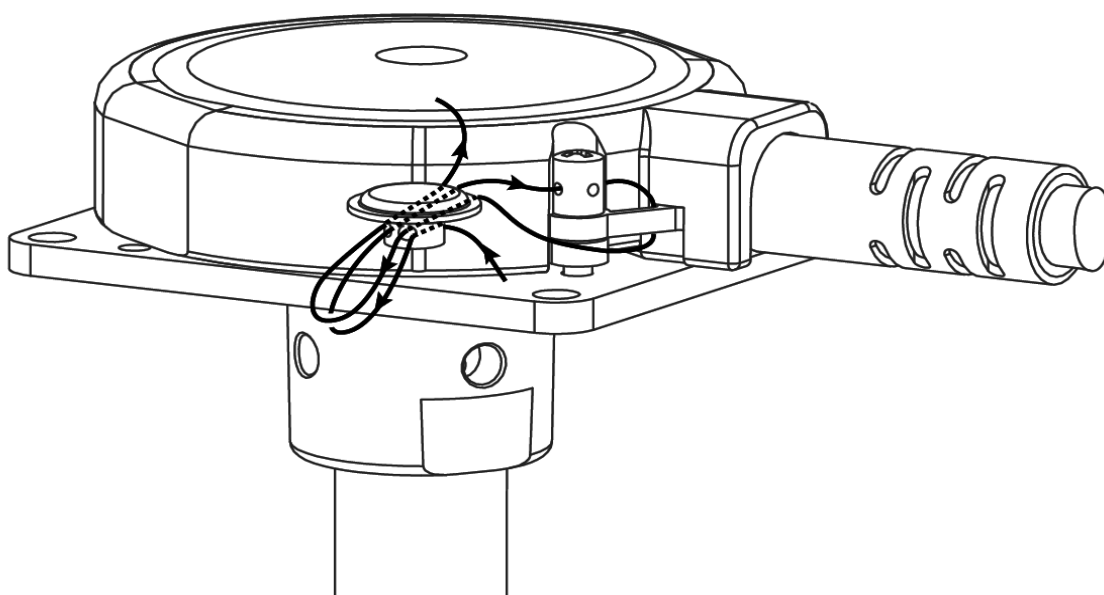

Рис. 5.1 Установка защитной пломбы на ДУТ
1. Закрепите стопорный винт (см. 1 на рис. 5.1).
2. Проденьте пломбировочную проволоку через отверстия в стопорном винте и корпусе датчика как показано на рисунке (рис. 5.1).